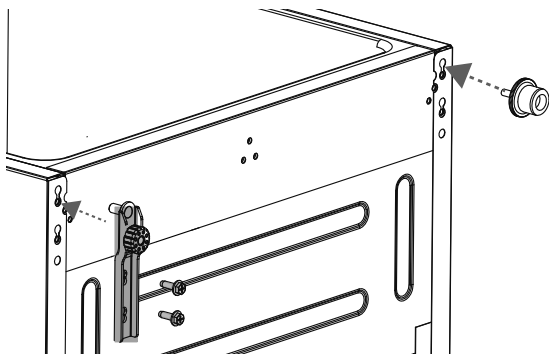

Fig. 5
- ▶ Vuelva a atornillar la bisagra inferior en el lado izquierdo. Enrosque el pie de apoyo (3) en el lado derecho (véase la **fig. 5**).
- ▶ Encaje la puerta del congelador (2) en la bisagra inferior. Sujete firmemente la puerta del congelador.
- ▶ Asegúrese de que la puerta del congelador (2) cierre al ras horizontal y verticalmente con la carcasa del aparato de modo que todas las juntas cierren bien antes de volver a atornillar del todo la bisagra superior.